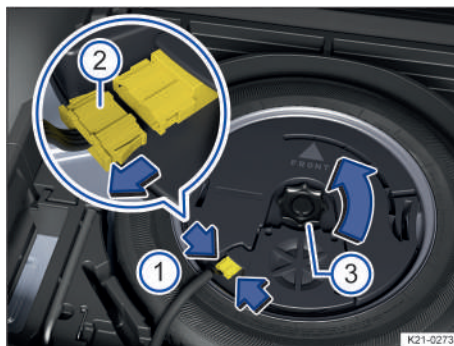

Fig. 262 En el maletero: desmontar el subwoofer (variante 1).
6. Para desbloquear el conector → fig. 262 ②, comprima las pestañas de encastre (flechas ①).
7. Desacople el conector → fig. 262 ② en el sentido de la flecha y deje el cable a un lado.
8. Desenrosque la ruedecilla → fig. 262 ③ en el sentido de la flecha.
2. Acople el conector → fig. 262 ② hasta que encastre de forma audible.
3. Enrosque la ruedecilla → fig. 262 ③ en el tornillo prisionero en el sentido contrario al de la flecha hasta que el subwoofer quede bien fijado.